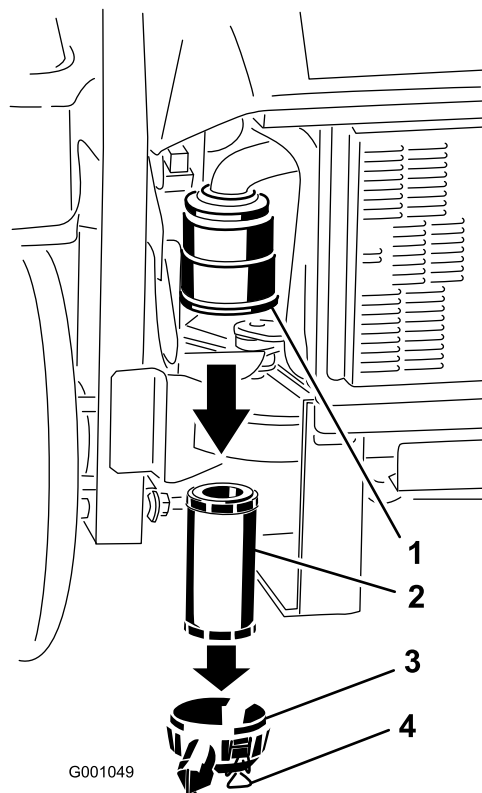

Figura 58
3. Liberte os trincos do filtro de ar e empurre a cobertura do filtro de ar para fora do corpo do filtro de ar (Figura 58).
5. Deslize suavemente o filtro para fora do corpo do filtro (Figura 58).